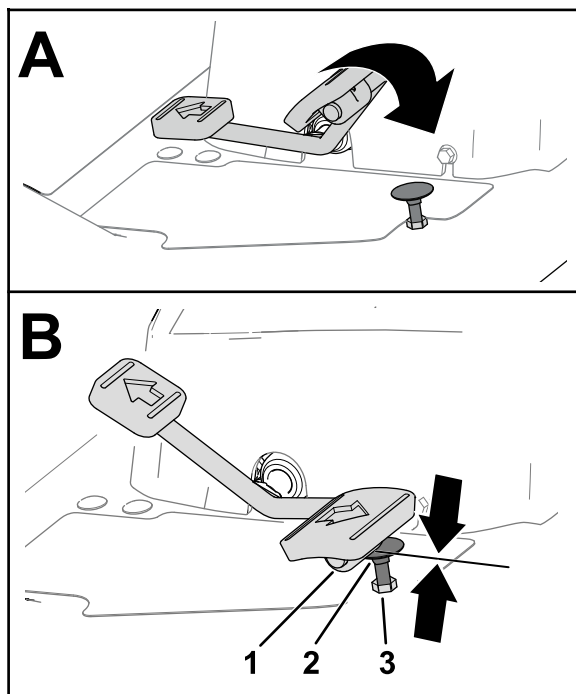
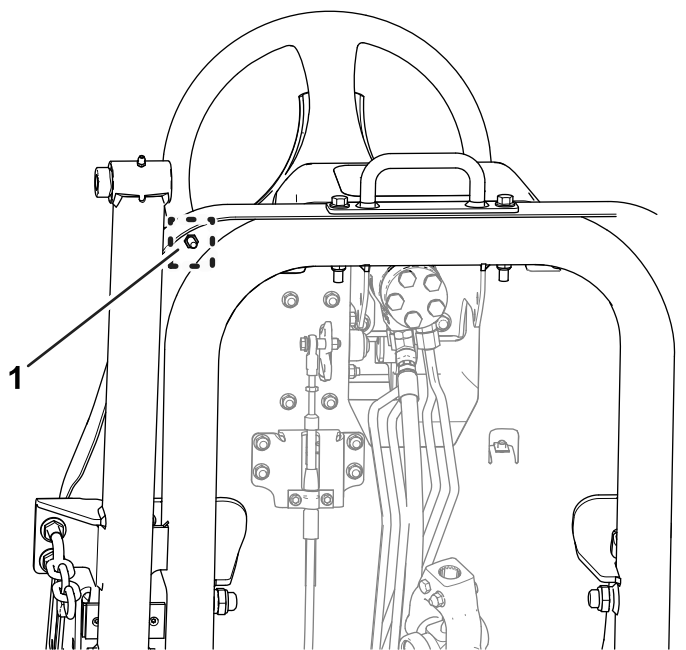

Figura 81
Figura 82
1. Deplasați maneta de traciune complet în față (Figura 81).
- A. Susineți opritorul pedalei de traciune (Figura 81) cu o cheie.
- B. Slăbiți contrapiulița de la partea inferioară a plăcii suportului pentru picioare (Figura 82).
- C. Deplasați pedala de traciune în poziția complet în față (Figura 81).
- D. În timp ce susțineți opritorul pedalei de traciune, reglați contrapiulița care se află deasupra plăcii suportului pentru picioare (Figura 81) până când pedala de traciune intră în contact cu opritorul.
- F. În timp ce susțineți opritorul pedalei de traciune, strângeți contrapiulița de la partea inferioară a plăcii suportului pentru picioare (Figura 81 i Figura 82) la un cuplu de 37 - 45 Nm.